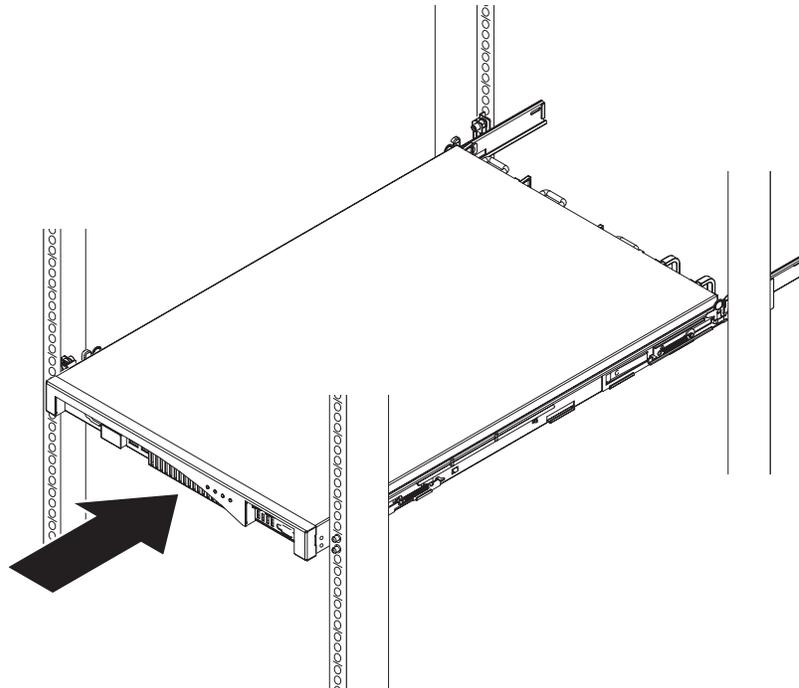

Abbildung 7. Appliance in den Gehäuserahmen schieben
1. Schieben Sie die Appliance in den Gehäuserahmen. Schieben Sie die Appliance von der Vorderseite des Gehäuserahmens aus auf die Montageschienen, wie in Abb. 7 dargestellt. Schieben Sie die Appliance nicht vollständig in den Gehäuserahmen; sie darf nicht einrasten.